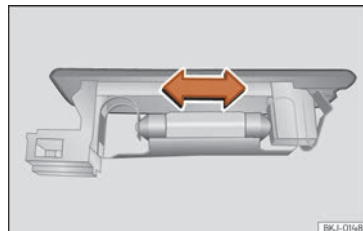

Abb. 114 Gepäckraumleuchte*
- Drücken Sie die Glühlampe zur Seite und nehmen Sie sie aus ihrer Halterung heraus »» **Abb. 114**.